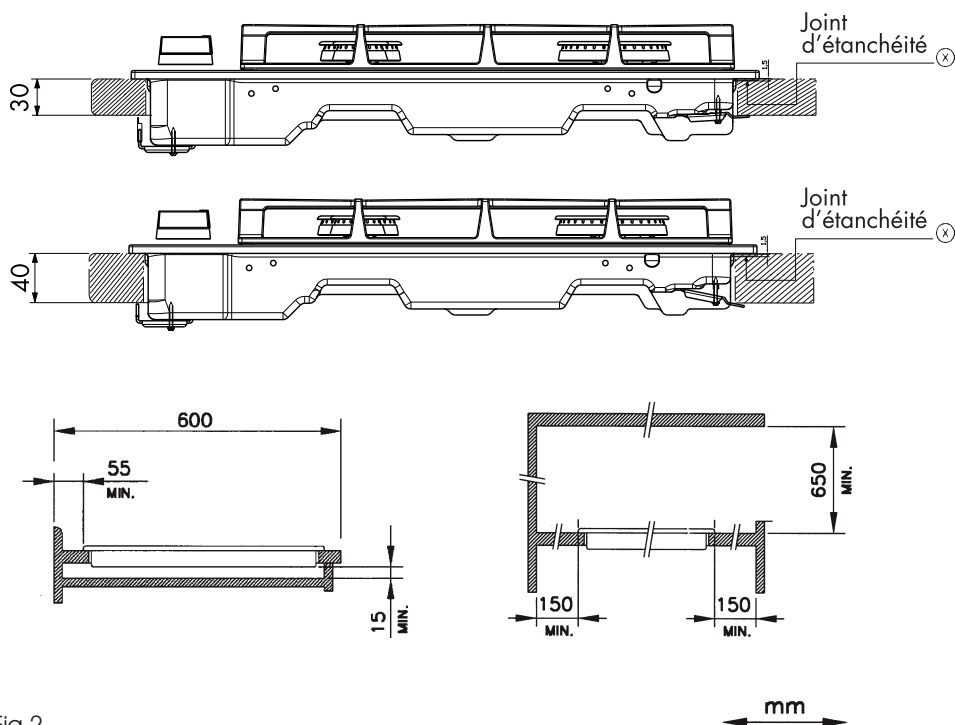
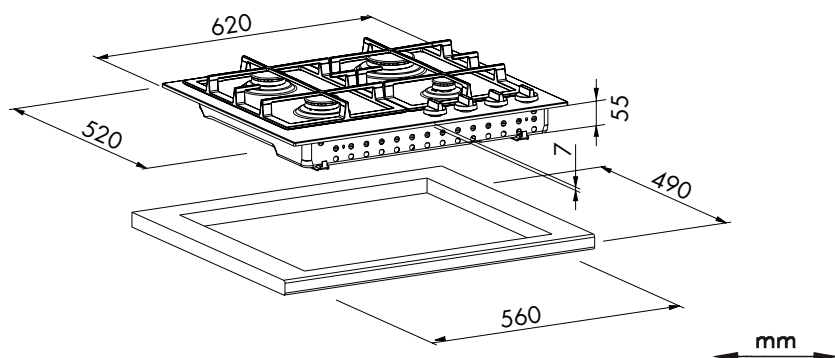
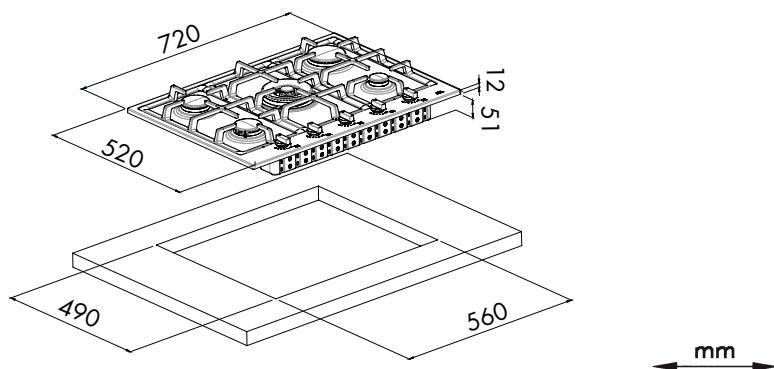

Fig 2
Fig 2a
Fig 2b
L'appareil est conçu pour être encastré dans un plan de travail, comme indiqué dans les Fig 2a et Fig 2b selon la plaque que vous avez acquies, la fixation se fera comme indiqué dans la (fig. 2). Avant d'installer le plaque de cuisson, placer le joint d'étanchéité (X) sur tout le périmètre de l'ouverture d'encastrement.